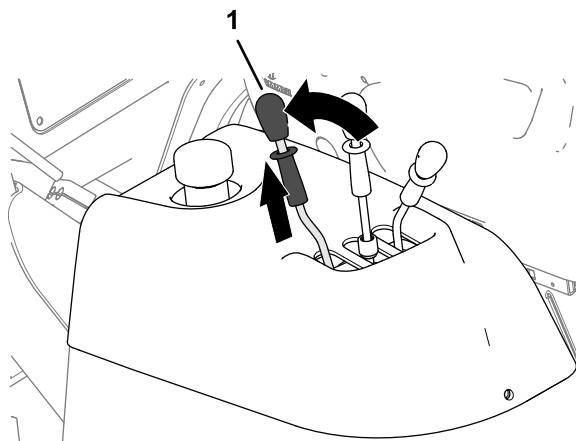

図 55
1. 一人がホッパーのダンプレバーを引いてそのまま保持する図 55。